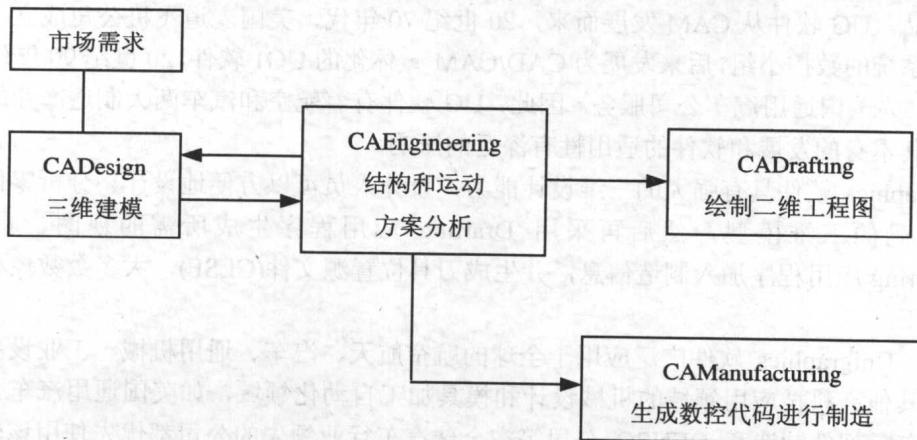

图 1-1 工作流程图
(1) 集成性。从设计到制造采用同一数据几何模型，即主模型（Master Model），数据库单一，因此，UG 软件可以很好地将 CAD/CAE/CAM 集成为一体应用于整个产品的开发过程，包括概念设计、建模、分析和加工。图 1-1 为 CAD/CAE/CAM 集成的工作流程图。